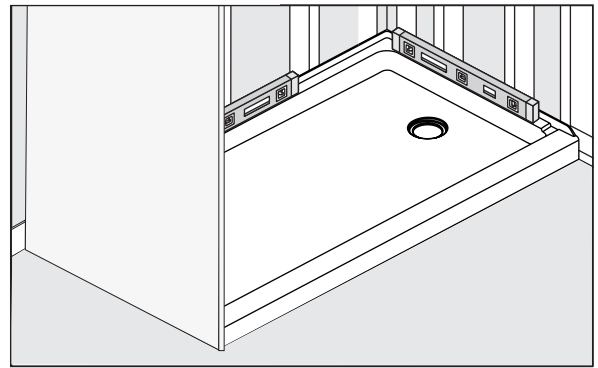

FIG 1 Verifica que la base esté nivelada colocando un nivel en posición horizontal encima del umbral (borde frontal) de la base, los lados y la parte posterior.
- 2 Prueba la base en la zona de preparación. Con la base apoyada en el piso, verifica el nivel en la parte superior de la base. La base debe estar nivelada de adelante hacia atrás y de lado a lado (Fig. 1).